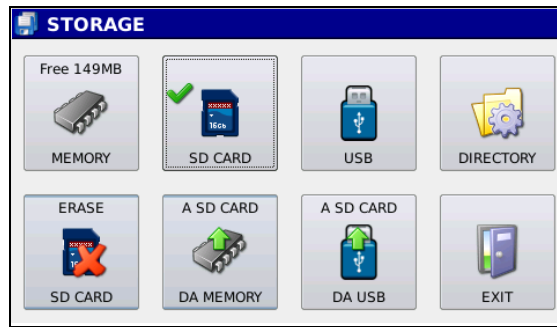

Figura 4.5: Schermata storage dopo la selezione della μ SDcard come memoria di lavoro.
4.2 Premendo il pulsante  si seleziona come memoria predefinita la μ SDcard. Se non è presente appare il messaggio μ SDcard NON PRESENTE. Se inserita correttamente lo schermo appare come in figura 4.5,